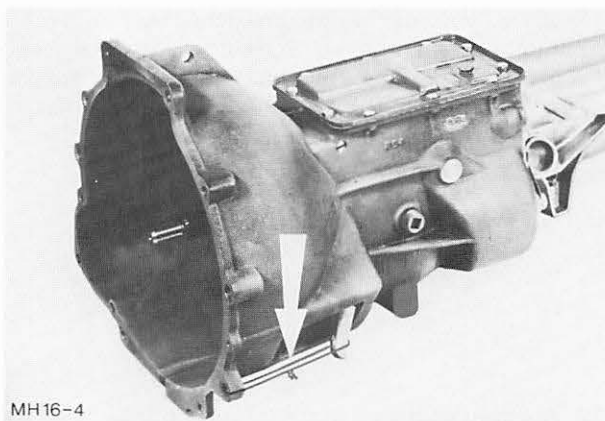

Abb. 11 Kupplungsschwinge in Einbaulage befestigen
11. Um ein Herausrutschen der Schwinge beim Einbau zu vermeiden, Kupplungsschwinge mit Draht am Kupplungsgehäuse befestigen. Abb. 11.